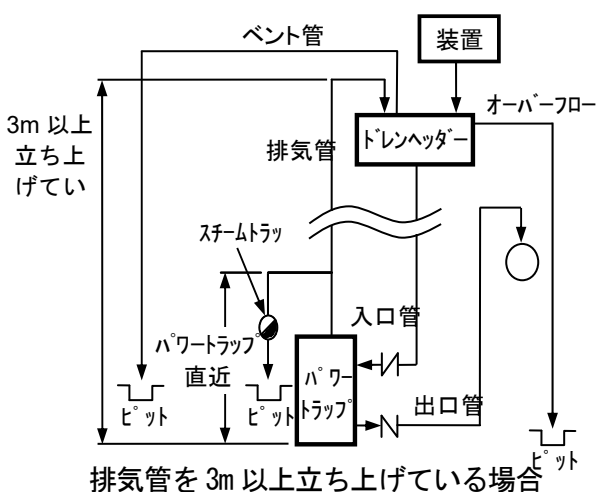

図 1
- ・排気管の本体取出口付近にスチームトラップを取り付ける。（図 1）